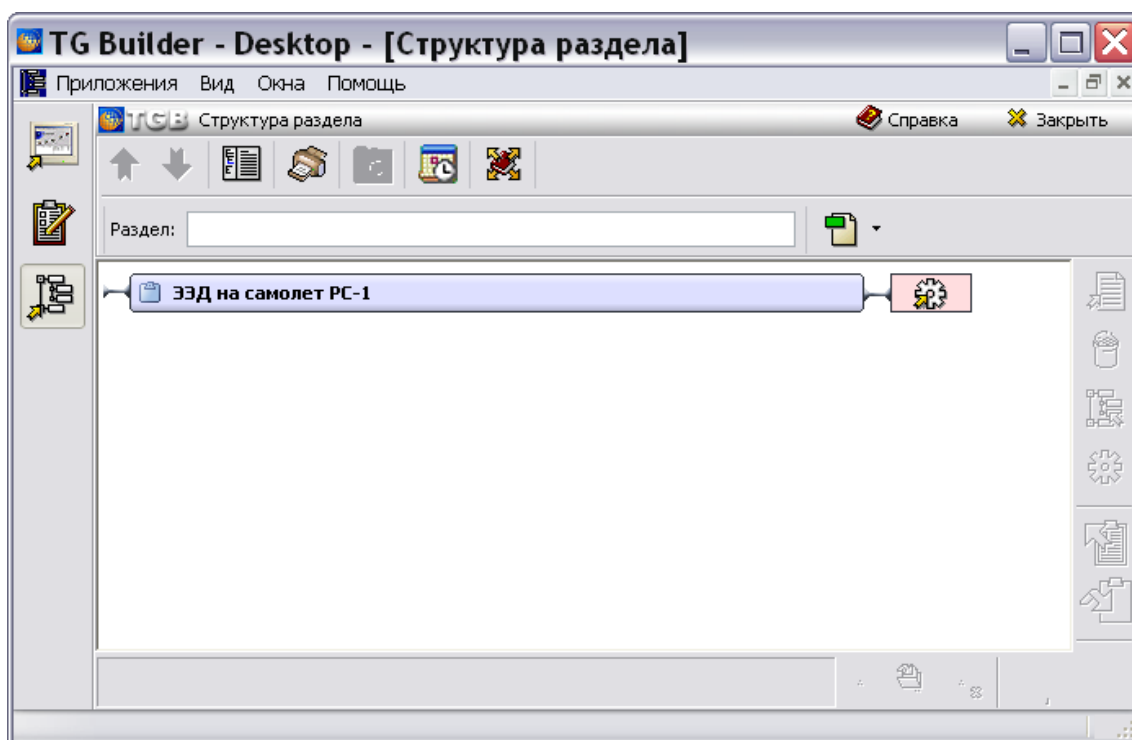

Рис. 18.1
2. Выберите проект и откройте его. При этом появится диалоговое окно **Структура раздела** (Рис. 18.1).